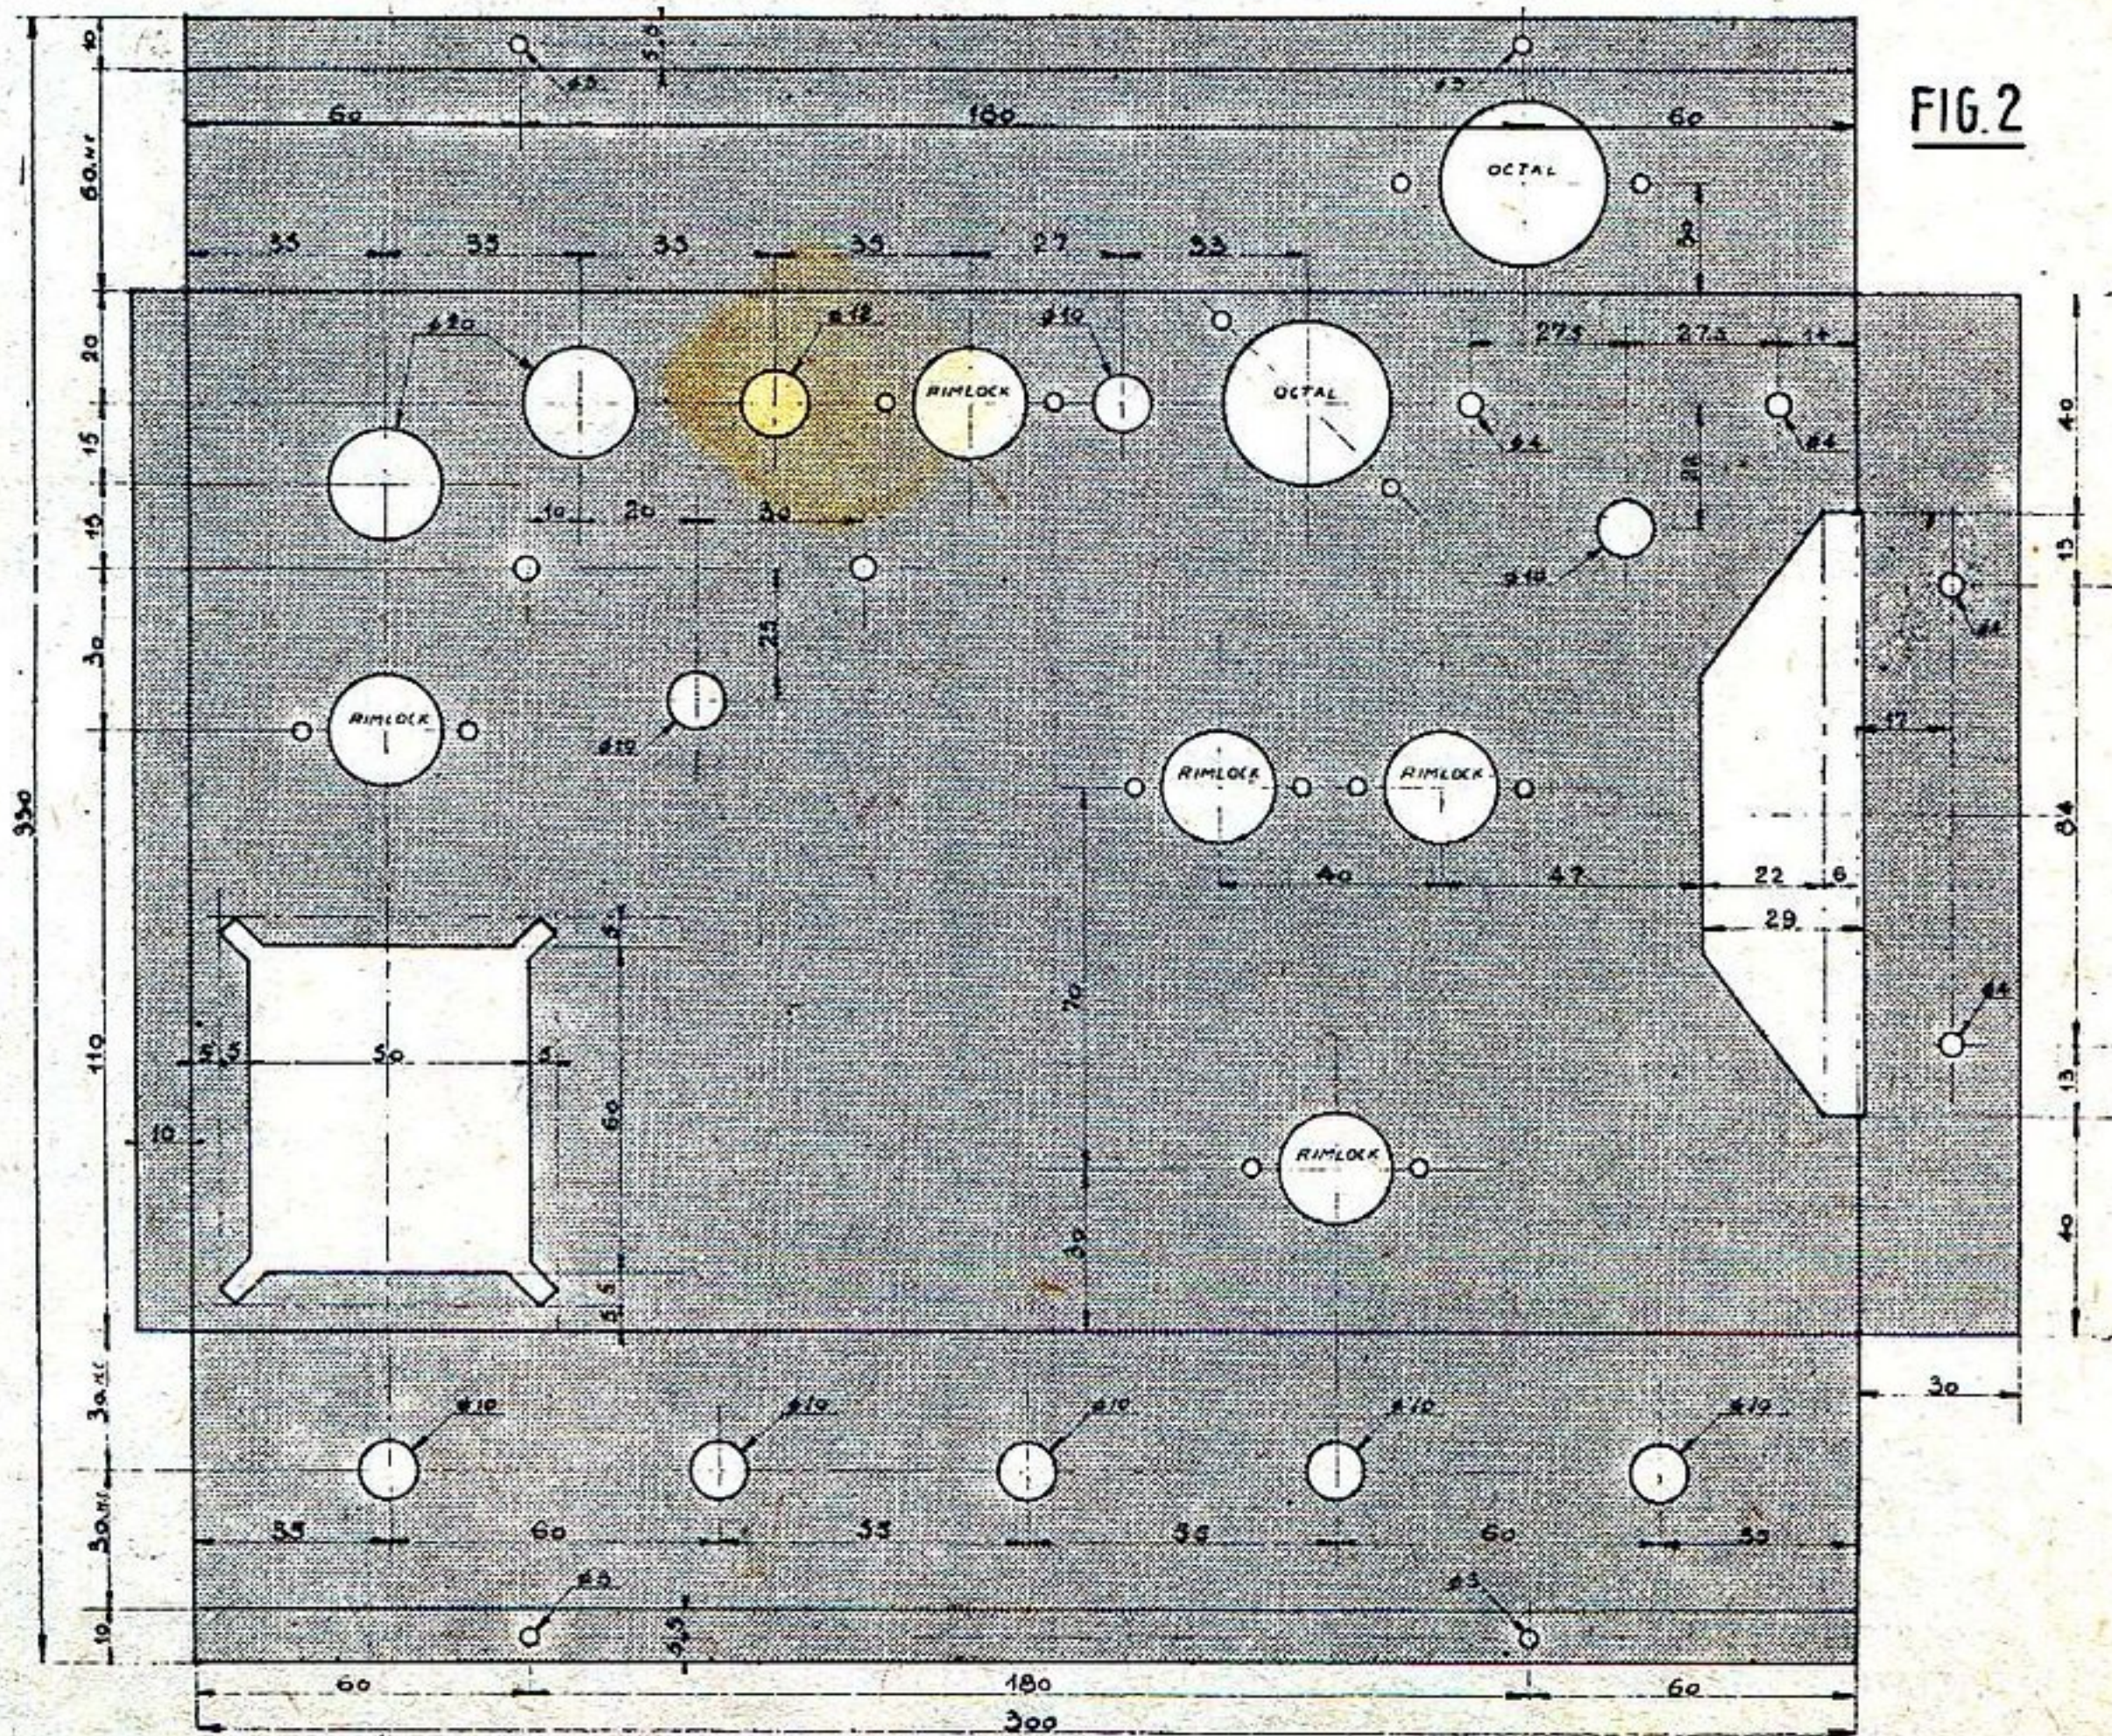

FIG. 2
Fil nu : 8/10. Self plaque $L_p = 10$ spires jointives, fil 4/10 sous soie. La figure 2 montre un bobinage fait sur un tube isolant.
Le châssis est réalisé avec de la tôle d'acier de manière à pouvoir y faire les soudures de masse. L'aluminium se travaille plus facilement, mais pour les prises de masse on est obligé d'utiliser des cosses et les contacts peuvent dans ce cas être plus ou moins bons. La figure 2 donne les cotes de dimension et de perçage.
- 1 châssis selon figure 2.